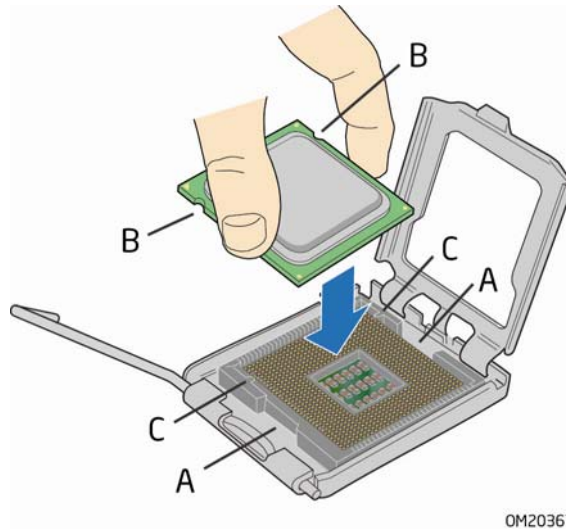

图 10. 安装处理器
6. 用拇指和食指握住处理器，握持方位如图 10 所示。确保手指对准插槽上的切口（图 10 中的 A）。使凹口（图 10 中的 B）与插槽（图 10 中的 C）对齐。垂直向下降低处理器，切勿使处理器在插槽上倾斜或滑动。